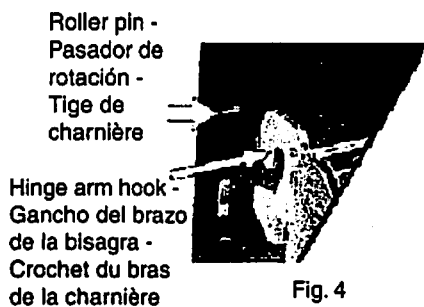

Fig. 4
5. With the oven door in the broil stop position, lift the oven door hinge arms over the roller pins located on each side of the oven frame (See Fig. 4).
2. Holding the oven door at the same angle as the removal position, seat the hook of the hinge arm over the roller pins located on each side of the oven door frame (See Fig. 4). The hook of the hinge arms must be fully seated onto the roller pins.
5. Con la puerta del horno en la posición de asar, levante los brazos de las bisagras de la puerta sobre los pasadores de rotación ubicados a cada lado del marco del horno (vea la Fig. 4).
2. Sosteniendo la puerta en el mismo ángulo de remoción, coloque el gancho del brazo de la bisagra sobre los pasadores de rotación ubicados a cada lado del marco de la puerta (vea la Fig. 4). El gancho de los brazos de las bisagras debe estar completamente asentado sobre los pasadores de rotación.
5. Avec la porte à la position de grillage, soulevez les crochets des bras des charnières afin qu'ils passent au-dessus des tiges des charnières (voir la Fig. 4).
2. En tenant la porte dans le même angle que lorsqu'elle a été retirée, déposez les crochets des bras des charnières sur les tiges des charnières situées de chaque côté (voir la Fig. 4). Les crochets des bras des charnières doivent être complètement assis sur les tiges des charnières.